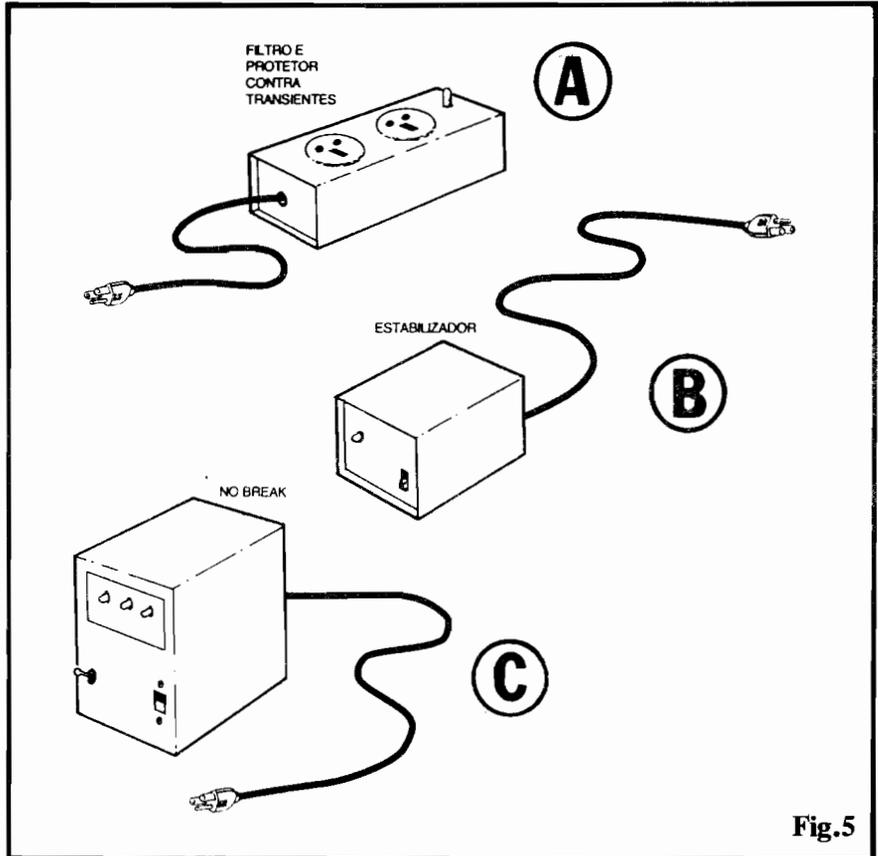

Fig.5
- **FIG. 5 - OS "ANJOS DA GUARDA" DO PC**... - O título do presente bloco não é uma homenagem aos guarda-costas daquele careca estrábico, cúmplice do "caçador de marajás"